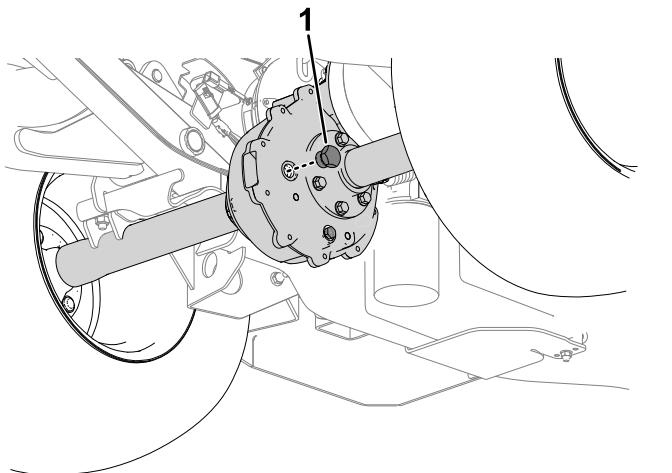

Figure 52
1. Retirez le bouchon de remplissage sur l'essieu (Figure 52).